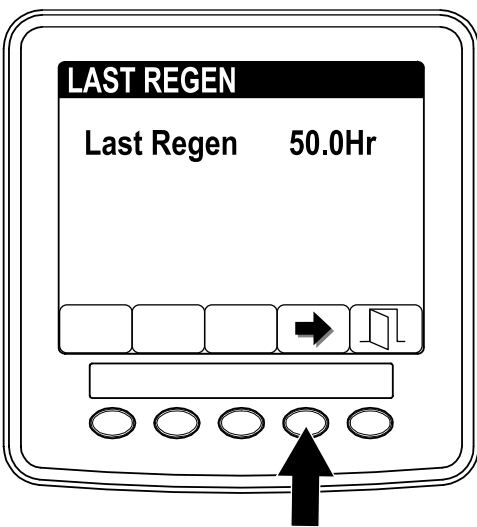

Bild 37
3. Ermitteln Sie mit dem Feld LAST REGEN die Betriebsstunden, für die Sie den Motor seit der letzten Zurücksetzen-Regenerierung, geparkten Regenerierung oder Wiederherstellungs-Regenerierung eingesetzt haben (Bild 37).